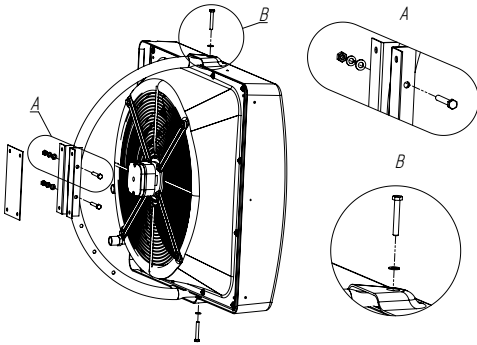

Рис. 10
7.11 Монтаж с кронштейном. В комплект с кронштейном входят: болт М8\*55 (2 шт.), болт М8\*30 (2 шт.), шайба (4 шт.), гровер (2 шт.). Для сборки кронштейна необходимо вставить и затянуть два болта М8\*55, две шайбы, два гровера в отверстия кронштейна как показано на рисунке А. Затем вставить болт М8\*30 и шайбу через отверстие в корпусе и кронштейне (вид В) и затянуть. Повторите данную операцию для крепления кронштейна снизу (рисунок 10).